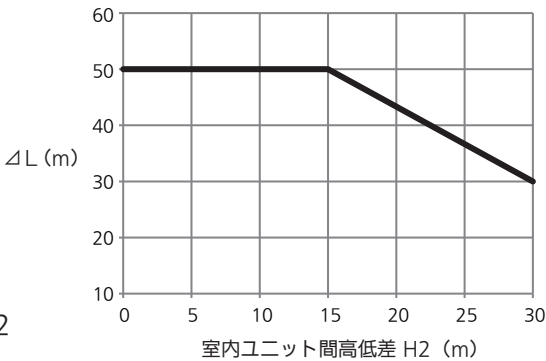

図2
- ΔL の制限が変わります。下記の図2 を参考にしてください。